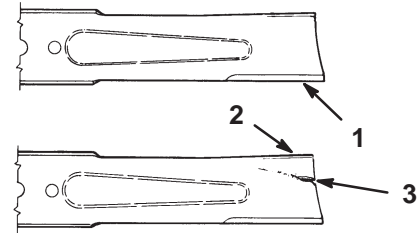

Figure 32
1. Inspectez les tranchants des lames (Fig. 32). Si elles ne sont pas tranchantes ou si elles présentent des indentations, déposez et aiguiser les lames (voir Aiguisage des lames, page 30).
2. Inspectez les lames, surtout la partie incurvée (Fig. 32). Remplacez immédiatement toute lame endommagée, usée ou qui présente une entaille (repère 3 de la Fig. 32).